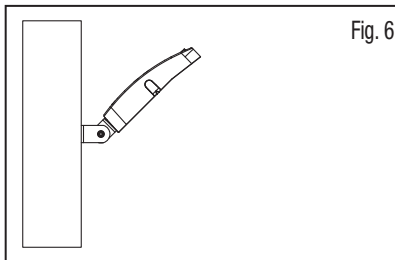

Fig. 6
7. Install / mount the other bracket of the Trunnion Mount to the installation surface. (Fig. 6).
7. Installez/fixez l'autre partie du support Trunnion à la surface d'installation. (Fig. 6). ***Le câble ne passe pas par l'ouverture centrale fixée à la surface d'installation.**